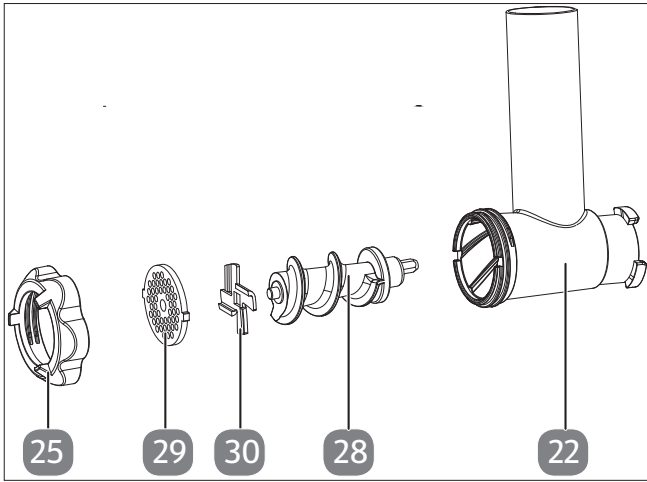

Fig. 17 – Accessoires pour hacher
1. Placez le couteau croisé sur la vis sans fin, le bord tranchant tourné vers l'extérieur de l'axe, puis la grille dans l'ordre indiqué ensemble (voir Fig. 17).